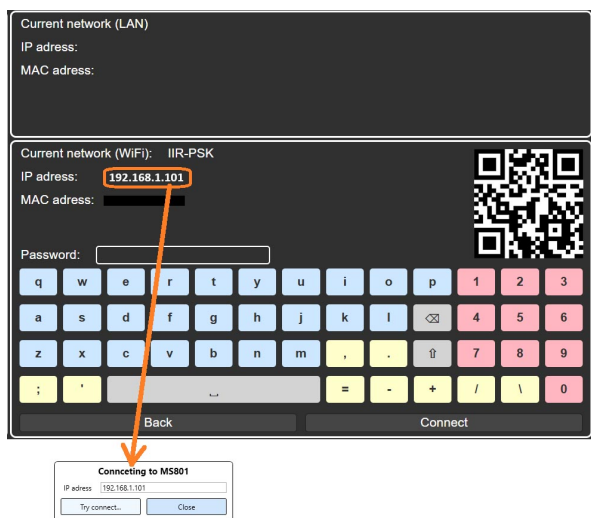

Рисунок 26
3. Далее нажмите кнопку «**Connect to MS801**» - откроется окно, в котором необходимо ввести **IP-адрес** тестера (см. рис. 26). Необходимый **IP-адрес** можно просмотреть в настройках тестера в меню **Network Setting**.